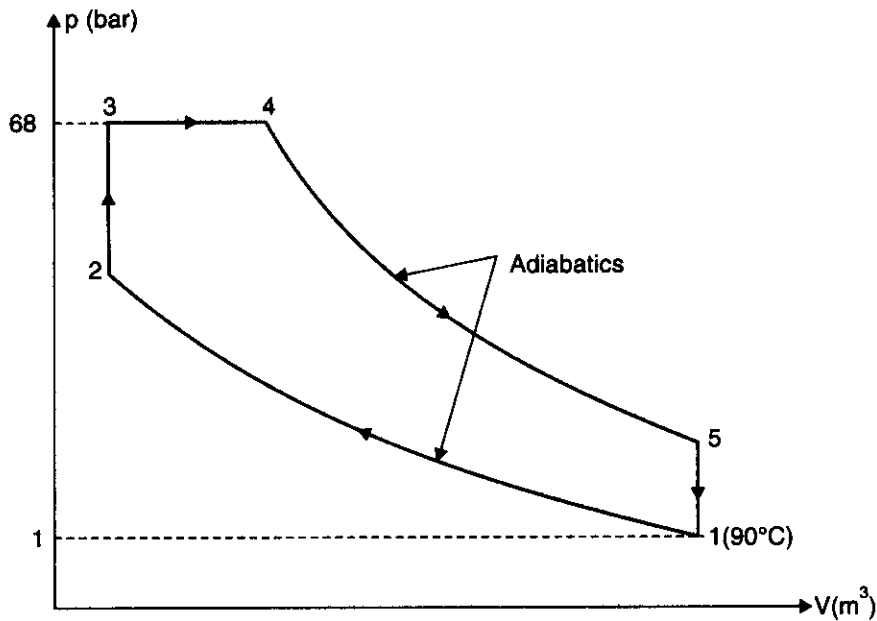

Fig. 13.22
**Solution.** Refer Fig. 13.22.